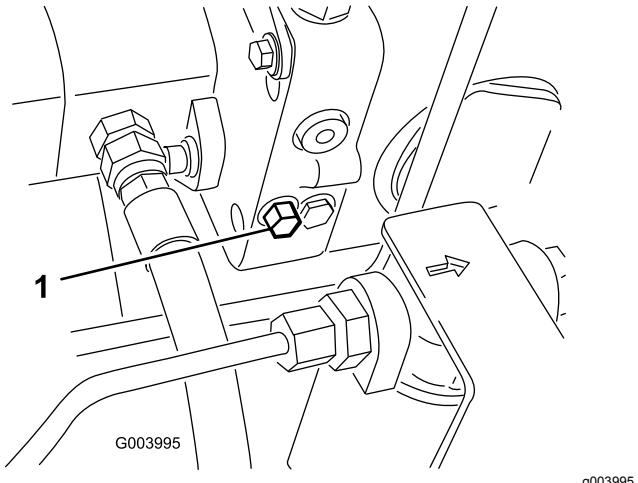

Figura 57
1. La valvola di bypass è situata sul lato sinistro dell'idrostato (Figura 57). Ruotate il bullone di 1-1/2 di giro per aprire e consentire il bypass interno dell'olio. Dal momento che il fluido viene bypassato, potete spostare lentamente la macchina senza danneggiare la trasmissione.